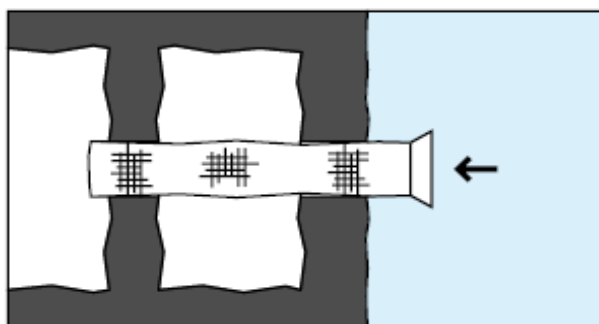

Fig.5
- innestare nei fori l'involucro a rete (fig. 5 ),